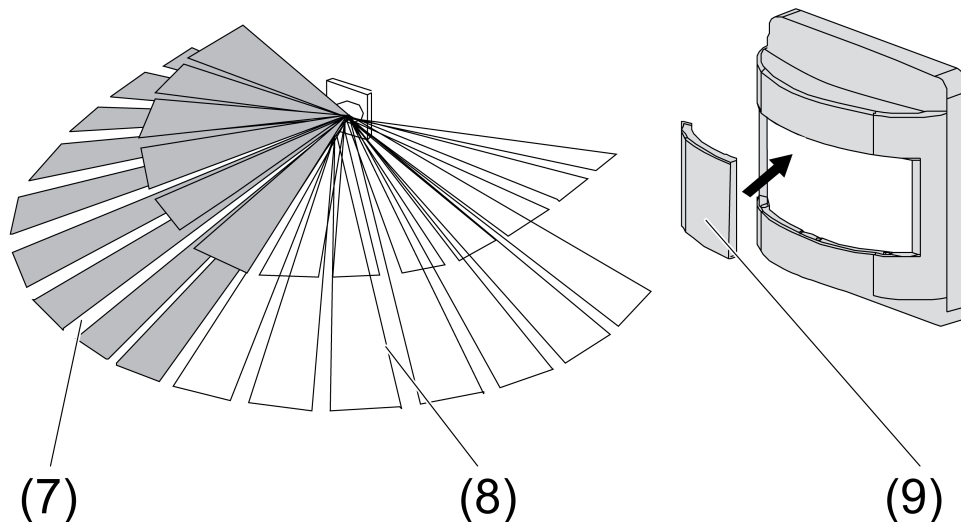

Figure 10
Le cache fourni (9) permet de supprimer des zones de détection non souhaitées (figure 10). Le cache peut recouvrir la partie gauche (7) ou droite (8) de la zone de détection, soit 90°.